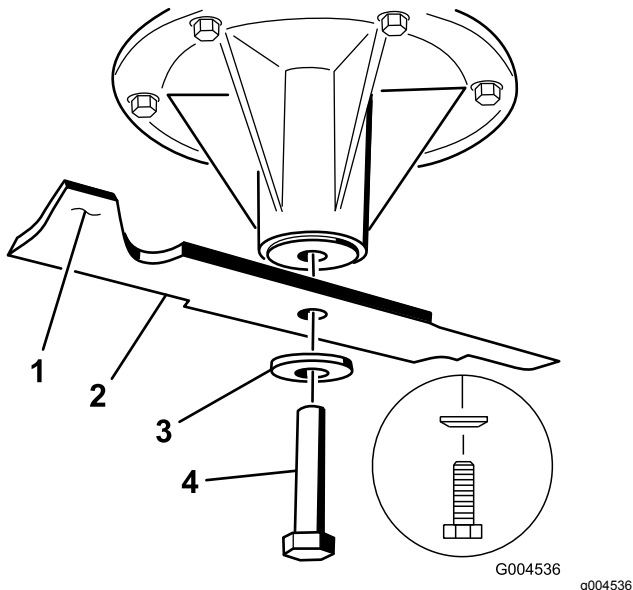

Bild 71
2. Setzen Sie das Messer auf die Spindelwelle (Bild 71).
3. Montieren Sie die Wellenscheibe und die Messerschraube (Bild 71).
Hinweis: Der Konus der Wellenscheibe muss bei der Installation in Richtung Schraubenkopf zeigen (Bild 71).